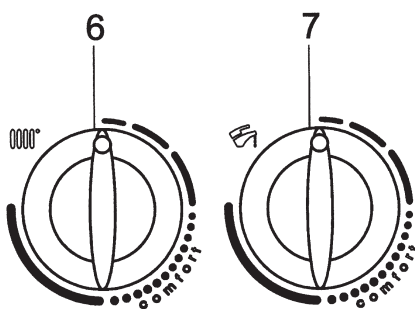

Fig. 22A
- 1) Turn the control knob 6 (figure 1) fully anti-clockwise to it minimum value as shown in figure 22A.
- 1) tourner le bouton 6 (figure 1) dans le sens inverse des aiguilles d'une montre et les mettre sur la valeur minimum comme le montre la figure 22A;
- 4.1) If there is no manual exit as described in point 4, after 5 minutes approx the "view parameters" function will be interrupted automatically. When automatic exit is tripped, the letter "d" will be displayed, alternating with the boiler flow temperature value. The display remains in this state until such time as the position of the knob 6 (figure 22A) is changed, or until the boiler is disconnected from the power supply.
- 4.1) Si la sortie manuelle décrite au point 4 n'est pas effectuée, la fonction "affichage paramètres" est interrompue automatiquement au bout de 5 minutes. Lorsque la sortie automatique a lieu, l'afficheur visualise la lettre "d" en alternance avec la valeur de la température d'amenée. Ce message reste affiché jusqu'à ce que l'on déplace la manette 6 (figure 22A) ou si l'on coupe l'alimentation électrique de la chaudière.